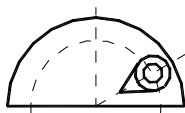
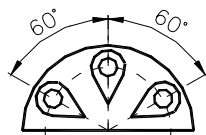

Fig. U7.39
Fig. U7.40
10. Pentru aducerea desenului din Fig.U7.39 la forma din Fig. U7.40, precizați care dintre succesiunile de comenzi de mai jos permit acest lucru.